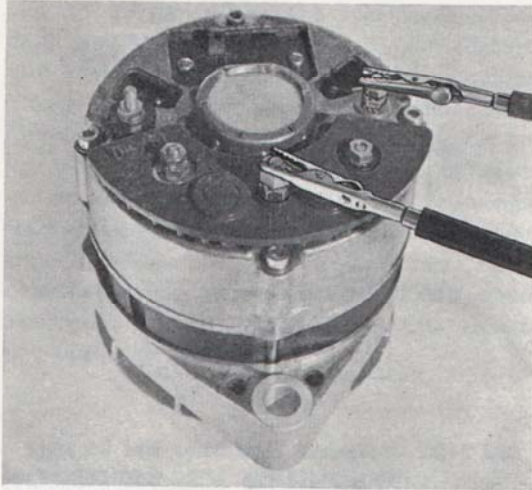

Bild 3-18. Kontroll av generator
7. Anslut testlampan mellan B+ och generatorstommen, koppla om anslutningarna. Lampan skall lysa bara i den ena riktningen, bild 3-18. Efter renovering bör generatormotorn provköras i provbränk.